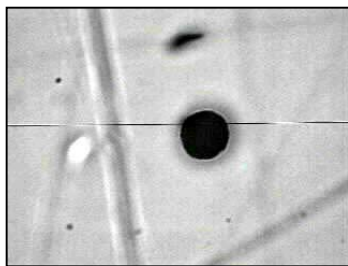
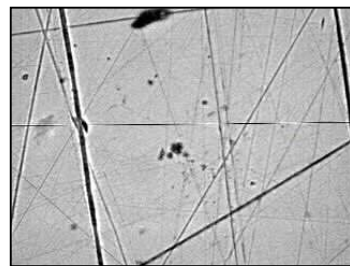

図 4 試験前の粒子
図 5 試験後の破壊した粒子
(3) 「圧縮試験前後の粒子画像」を 図4 と 図5 に示します。